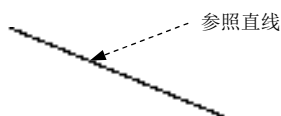

图 2.1.18 绘制参照直线
Step1. 选择下拉菜单 **绘图(D)** → **直线(L)** 命令, 绘制一条直线作为参照直线, 如图 2.1.18 所示。